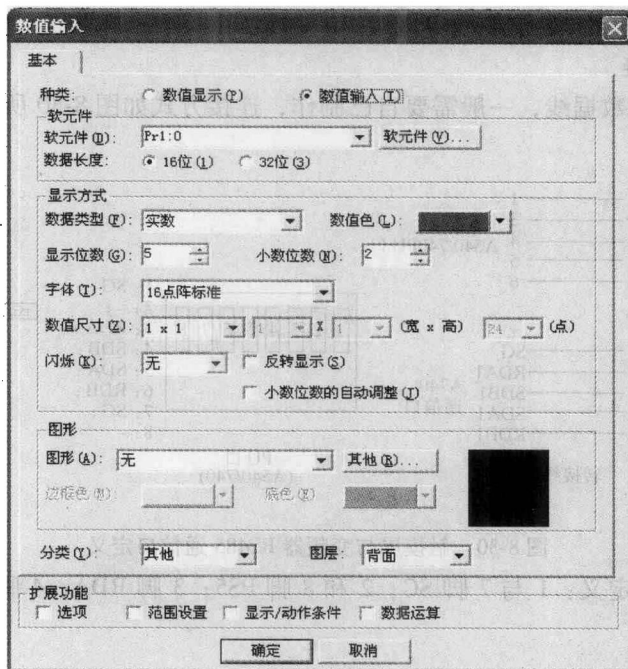

图 8-32 数字输入对象设置 1
(1) 文本对象 参考上一项目进行操作。
(2) 数据输入对象 以设置上限频率为例, 在工具栏中点 ，在编辑栏合适位置再点击(放置位置)，再按 ESC 键，双击已添加的对象，出现如图 8-32 所示窗口，单击“软元件”设置为 Pr1 和站台号为 0; 数据类型选择“实数”; 显示位数设置为 5 位; 小数位数 2 位; 数值尺寸选 1×1; 外形选择喜欢的外形即可, 如图 8-32 所示。
(3) 数据显示对象 以设置输出频率为例, 在工具栏中点 ，在编辑栏合适位置再点击，